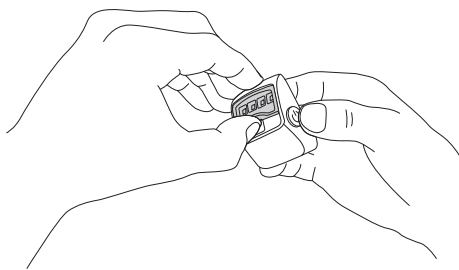

Fig. 31m
- Si la lente del protector se ensucia o se daña, haz palanca y levanta la parte frontal de la luz de servicio con una uña. Para reemplazarla con una lente nueva, empuja la lente hacia el lado de la luz de servicio y, luego, encaja el lado alternativo en su lugar (Fig. 31m y 31n).